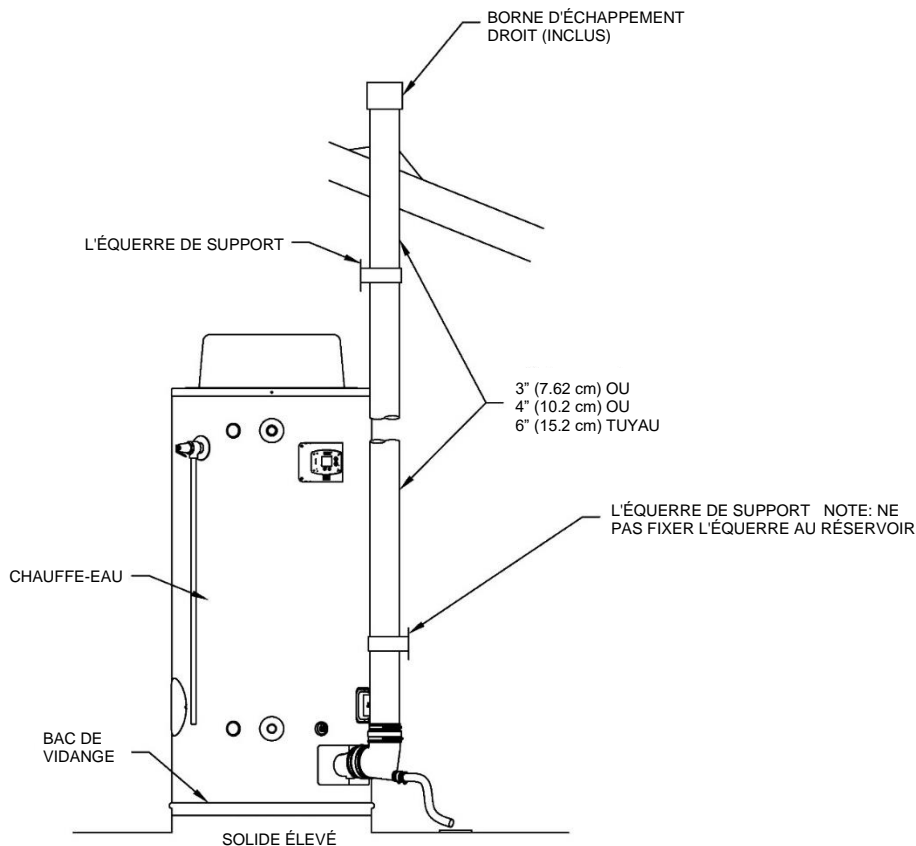

Figure 17 — Installation d'un système vertical typique de ventilation électrique
2. Installez les tuyaux en plastique de l'évent d'évacuation et de la prise d'air comme indiqué à la Figure 17. Assurez-vous que l'installation respecte les codes locaux et/ou le National Fuel Gas Code ANSI Z223.1 (dernière édition) ou les codes d'installation CGA/CAN B149.